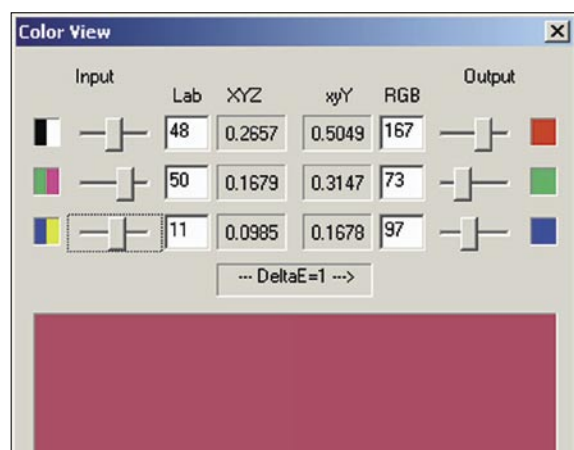

Figure 7. Le profil de l'écran permet aussi de connaître les valeurs RVB nécessaires à l'affichage d'une couleur mesurée
- De connaître la valeur RVB à adresser à l'écran pour le bon affichage d'une couleur mesurée par exemple sur un échantillon (Figure 7).